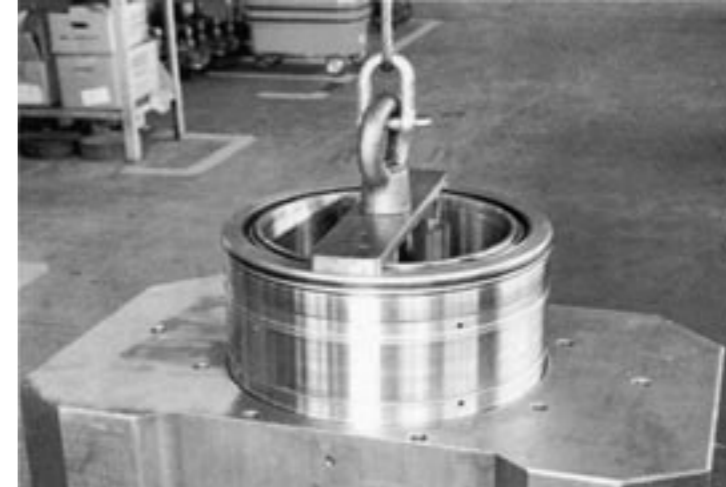
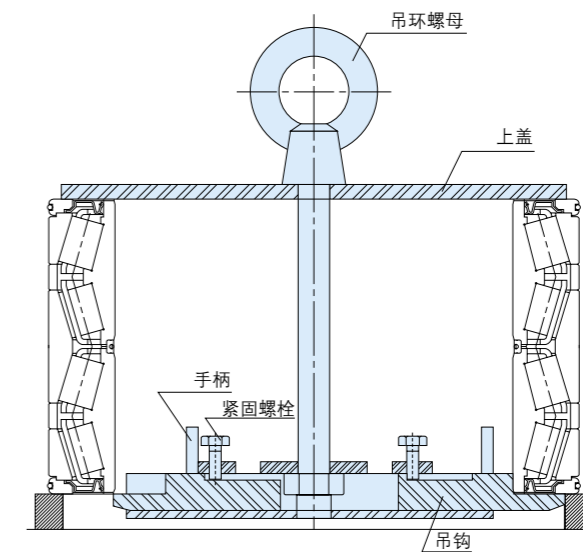

图 3.19
图 3.20
- (1) 轴承座应放于平处，使内径中轴线直上直下。内孔清洗后，薄涂润滑脂。
- (2) 在轴承座端面正对最大承载位置处作出标记。
- (3) 不单将轴承装入轴承座时，还有从木箱中取出或挪动单个内圈时，都应使用图 3.19、图 3.20 所示专用吊具。
- (4) 组装之前，应再次确认主密封圈及 O 形密封圈没有异常。
- (5) 组装之时，如果轴承倾斜无法转动，要用黄铜棒轻轻敲打予以矫正。但不要直接敲打轴承端面，应当敲击垫块或者吊具的上盖。
- (6) 为使轴承寿命延长，在每次拆卸清洗以后重新组装之时，应将外圈错开 90 度，改变承载位置使用。
为了保证密封轴承的组装容易且可靠进行，必须使用专用吊具。因此，如图 3.20 所示，轴承座内应当留出空间，供吊具的吊钩插入。其具体尺寸会因轴承座的重量及结构而有所差异，届时请与 NSK 商洽。